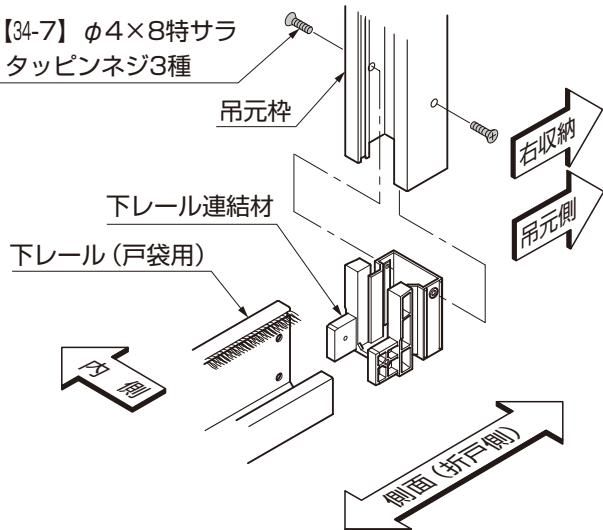

図2-1 吊元側の取付け
① 目隠材上枠前のツメ（※1）を、桁底部の溝に引っ掛けて、【34-4】で固定してください。（図2-1参照）